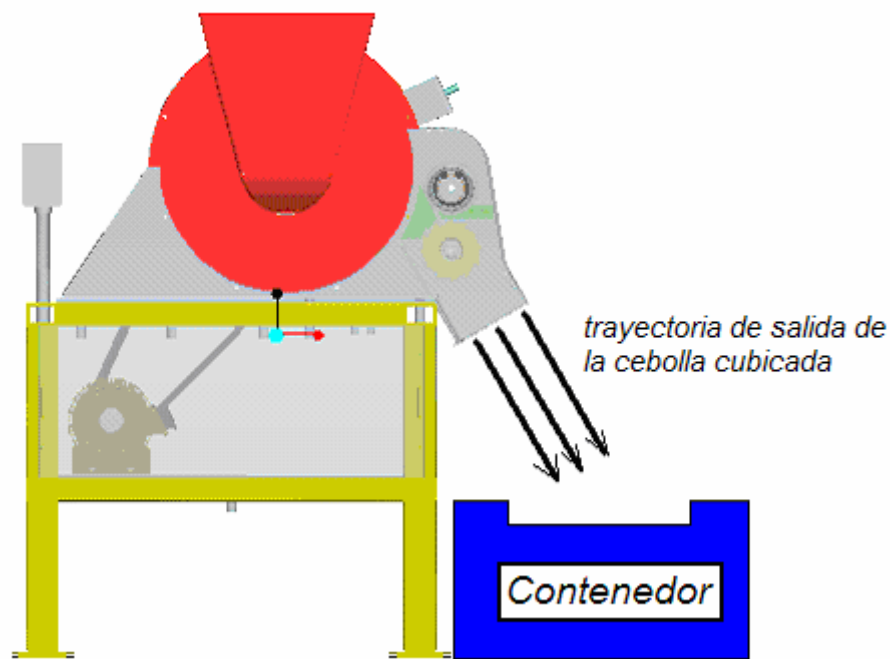

Figura B.4 Ubicación del contenedor.
8.-Poner un contenedor de material higiénico en la parte de la salida de la máquina (ver figura B.4).